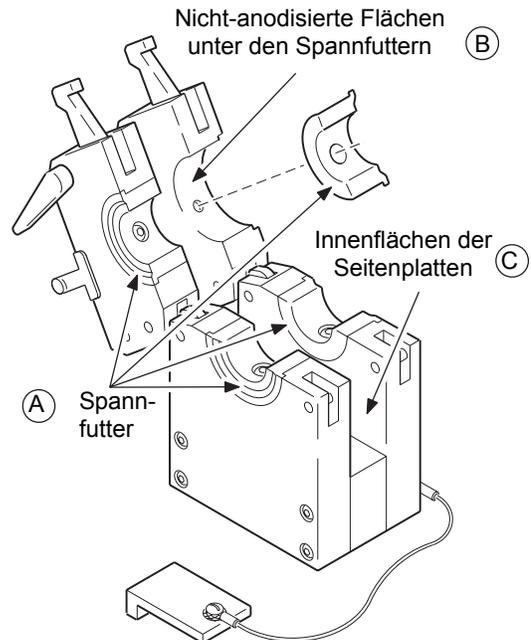

Abbildung 26 Reinigen der Spannfutter und der Spannfutter-Montageflächen
1. Den Vorrichtungsböck auf Sauberkeit, Verschleiß und Beschädigung überprüfen. Siehe Abbildung 26.
1. Inspizieren und reinigen Sie die Spannfutter. Siehe Abbildung 26(A).
4. Entfernen Sie Oxidierungen von den aufeinanderpassenden, nicht-anodisierten Flächen der beiden Platten mit feiner Stahlwolle oder einem feinen Scheuerkissen. Siehe Abbildung 26(B).
5. Entfernen Sie Schmutz und Oxidierungen von den Innenflächen der Seitenplatten mit einem sauberen, weichen Tuch. Siehe Abbildung 26(C). Entfernen Sie stärkere Ablagerungen mit feiner Stahlwolle oder einem feinen Scheuerkissen.